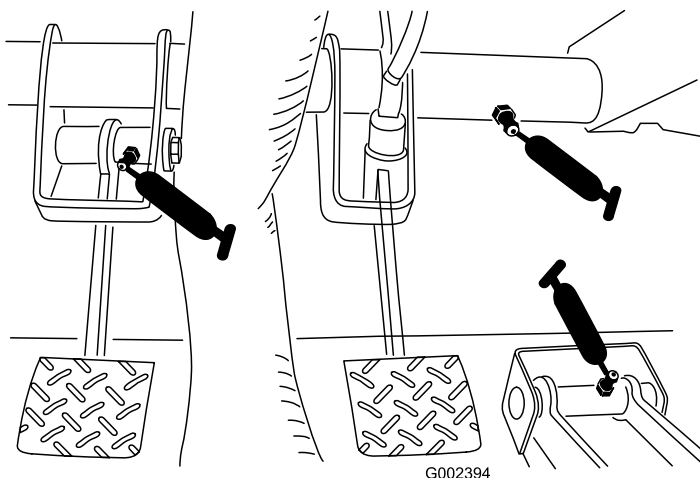

Figura 31
- **Frână (1);** consultați Figura 31
- **Ambreiaj (1);** consultați Figura 31
- **Accelerator (1);** consultați Figura 31